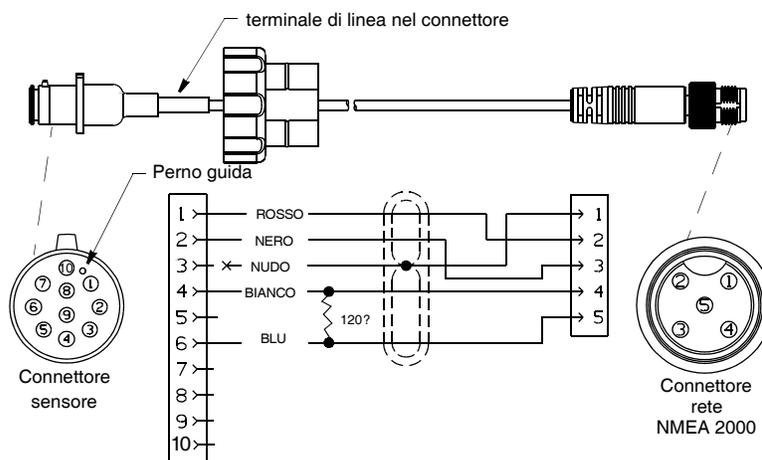

Figura 7. Cavo WeatherStation NMEA 2000® [mod. illust 10m (33')]
**NOTA:** I cavi sensore lunghi più di 6m (20') dispongono di un terminale di linea incorporato nel connettore sensore (vedi Figura 7).